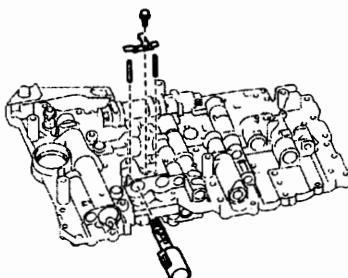

图 12-1-161
(5) 如图 12-1-161 所示, 拆下螺栓、两个直销和电磁阀锁片, 拆下换挡电磁阀 SLT。
- (4) 如图 12-1-161 所示, 安装换挡电磁阀 SLT, 安装螺栓、两个直销和电磁阀锁片。